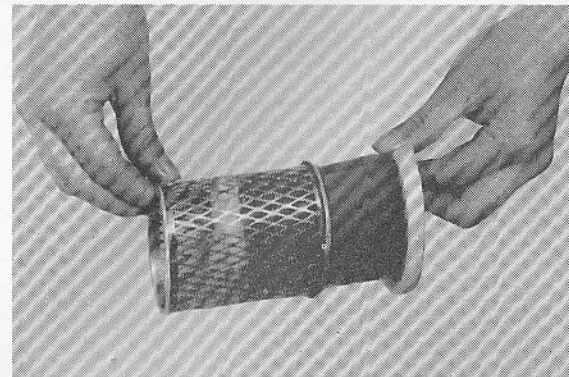

Fig. 2-5-4
2. Slip the element off the wire mesh guide. (Fig. 2-5-4)
2. Glissez l'élément hors du guide à mailles métalliques. (Fig. 2-5-4)